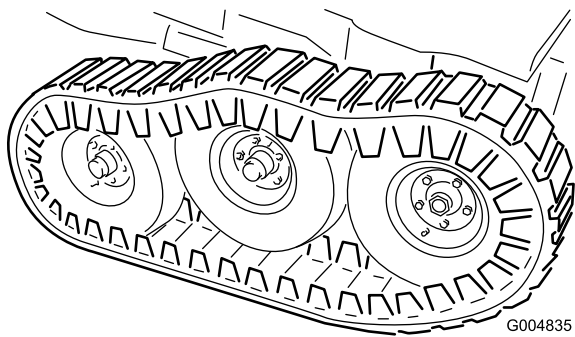

Figura 125
40. Baje el gato hasta que el bastidor quede apoyado sobre las ruedas delanteras. Instale las arandelas planas (1/2 pulgada) y las contratuercas en el espárrago del pivote del bogie (Figura 125) y apriételas a 102 N-m (75 pies-libra).